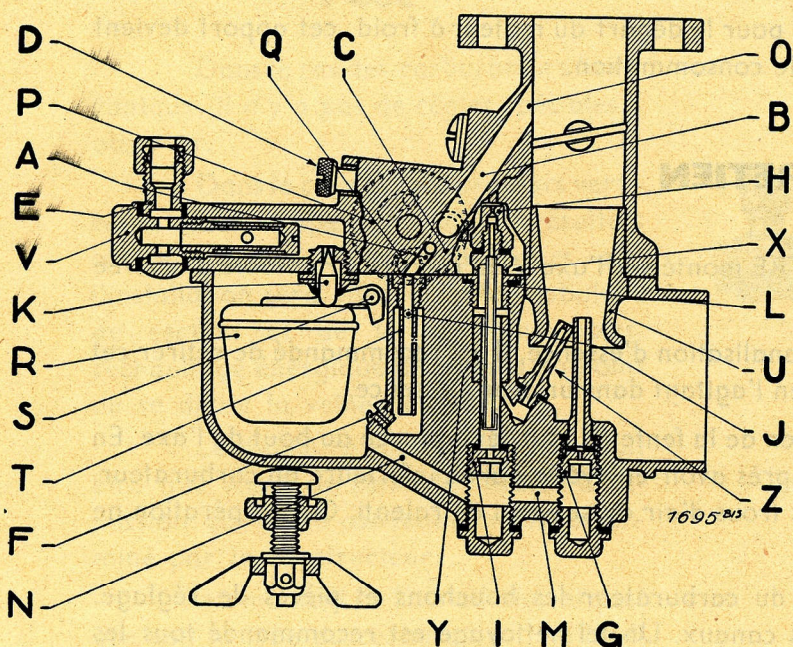

Fig. 3. — Type T
Chercher le plus petit DIFFUSEUR U qui permette la plus grande vitesse en haut régime, donc, pour une voiture, la plus grande vitesse en palier. Les figures 3 et 4 montrent l'emplacement des pièces auxquelles on peut avoir éventuellement à toucher.
- 1^o Si le moteur part bien mais se met à galoper : diminuer le gicleur F (Fig. 3).
- 2^o Si le moteur part immédiatement mais ne peut pas continuer à tourner : augmenter le gicleur F (Fig. 3).